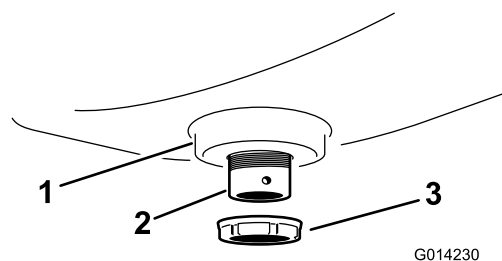

Figura 4
3. Prenda a união do anteparo ao depósito de lavagem com a porca flangeada de plástico (Figura 4).